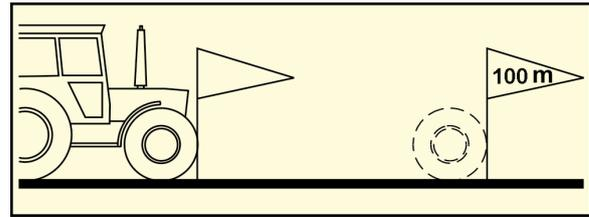

Fig. 25
- Sur le champ, mesurez une distance de 100 m. Repérez le départ et l'arrivée (Fig. 25).